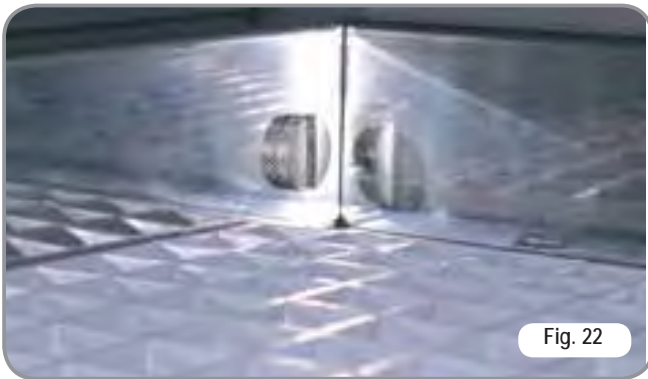

Fig. 22
- desenroscar los 4 tornillos del panel superior (Fig. 22);